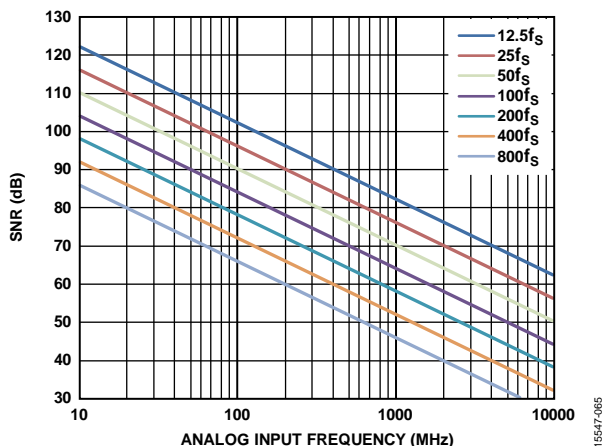

図 70. 理想 SNR、入力周波数、ジッタの関係
中間周波数 (IF) アンダーサンプリング・アプリケーションでは、ジッタに対して特に敏感です (図 70 参照)。